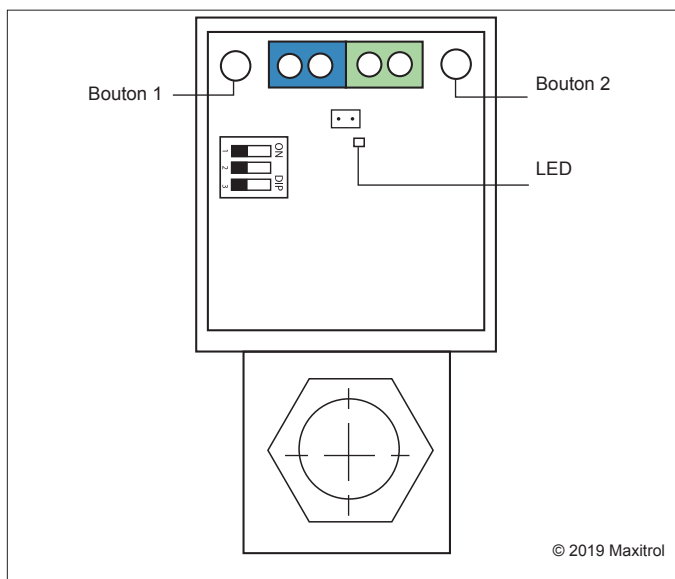

Figure 4: Commandes de réglage de la série de vannes modulantes EXA
La série de vannes modulantes EXA STAR a deux (2) boutons et une LED de communication pour l'interface utilisateur. Les boutons sont utilisés pour régler la vanne pour les réglages du feu haut et feu bas (voir figure 4, page 4).